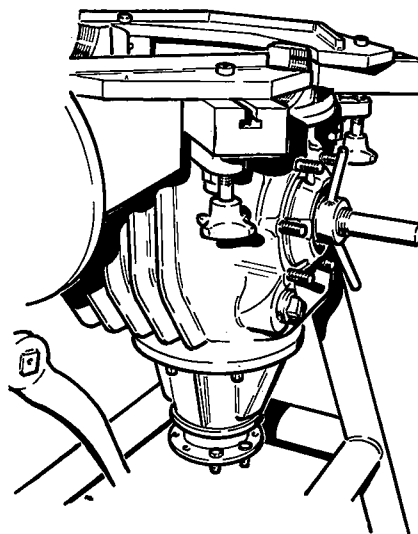

Fig. 9
- Breng het pignonhuis (9) met het oorspronkelijke aantal opvullingen (53) aan op het differentieelhuis. Let er daarbij op dat de oliedooraantopeningen in het pignonhuis (9), de opvullingen (53) en het differentieelhuis met elkaar corresponderen.
- Breng drie moeren (10) aan en haal deze aan met een aanhaalkoppel van 17 mkg.
- Breng de meetas 8-99-535725 in het differentieelhuis (16) aan (fig. 9).